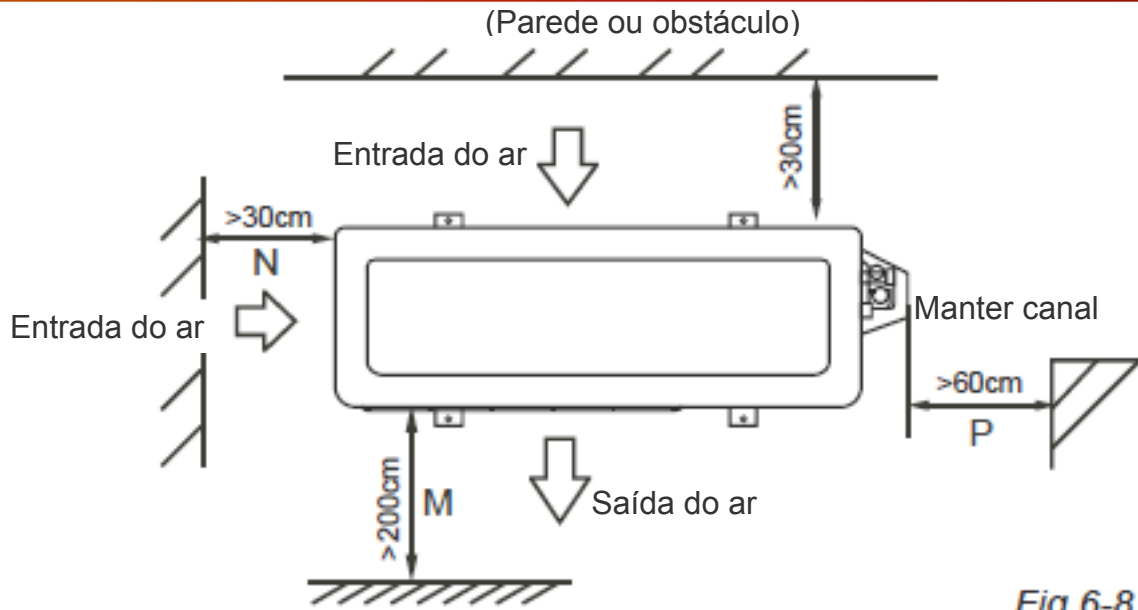
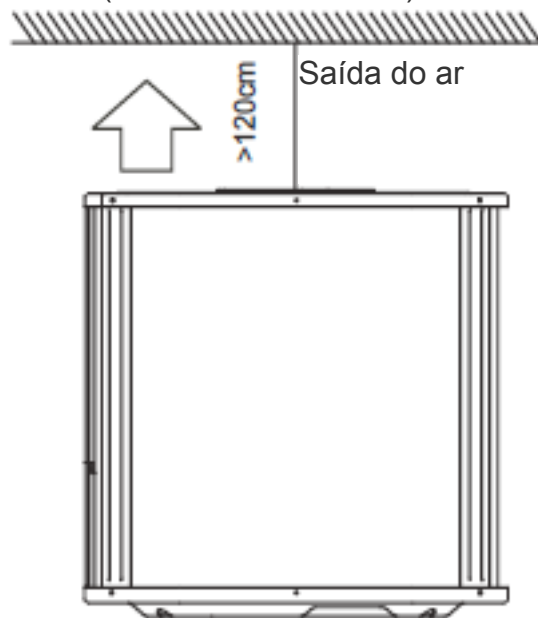

Fig.6-8
Fig.6-9
- A distancia mínima entre a unidade ao ar livre e os obstáculos descritos no gráfico de instalação não significa que seja aplicável à uma situação num quarto hermético. Deixe aberta duas das três direções. (Refira-se às Fig. 6-7, Fig. 6-8, Fig. 6-9)